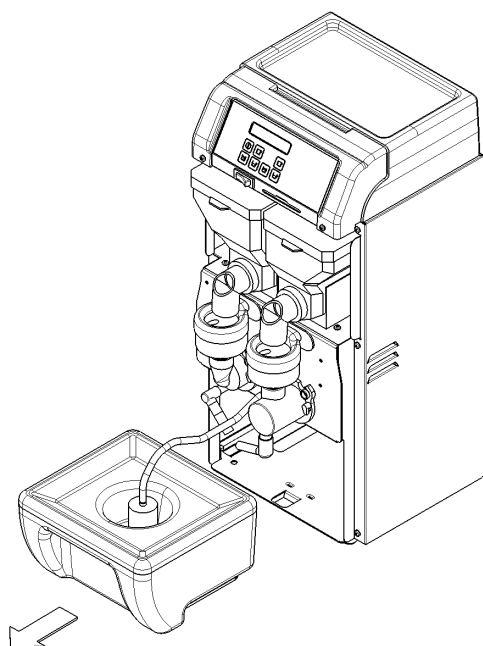

figura 2
**3** Estrarre il serbatoio, posto nella parte inferiore del distributore, e riempirlo con acqua minerale naturale o acqua di rubinetto potabile. Riposizionare il serbatoio nel proprio alloggiamento assicurandosi che il tubo di pescaggio ed il relativo filtro siano immersi nell'acqua (vedere figura 2).